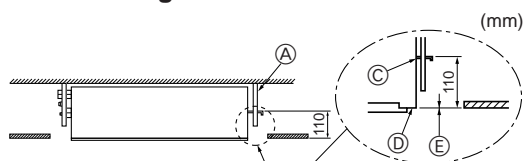

Fig. 2-9
5. Draai alle moeren aan. (Fig. 2-9)